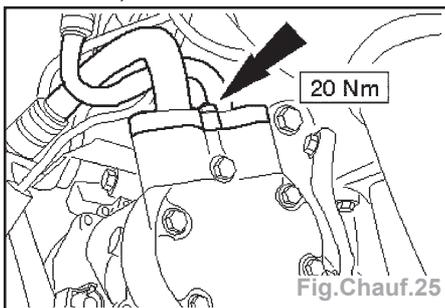

Fig.Chauf.25
- Déposer les canalisations de réfrigérant du compresseur de climatisation (Fig.Chauf.25).